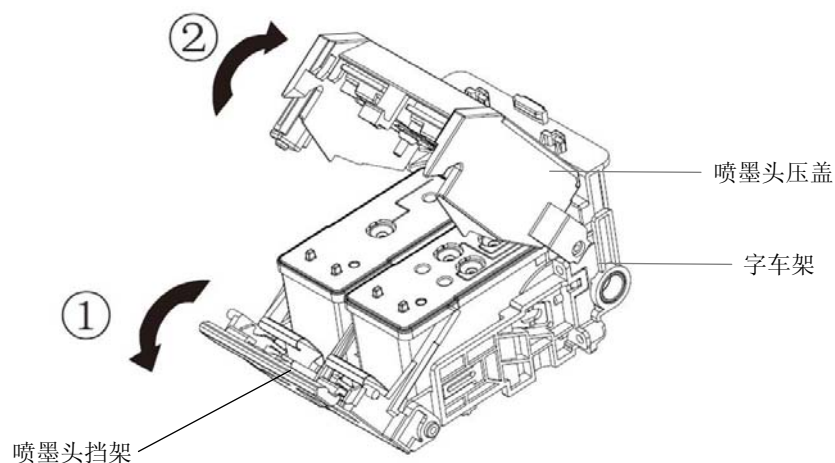

图 A-5 扳开喷墨头挡架，取出旧喷头
- ③ 将字车架组件的喷墨头挡架按箭头方向向前扳开，喷墨头压盖将同时向上翻起，取出旧喷墨头（如图 A-5 所示）。